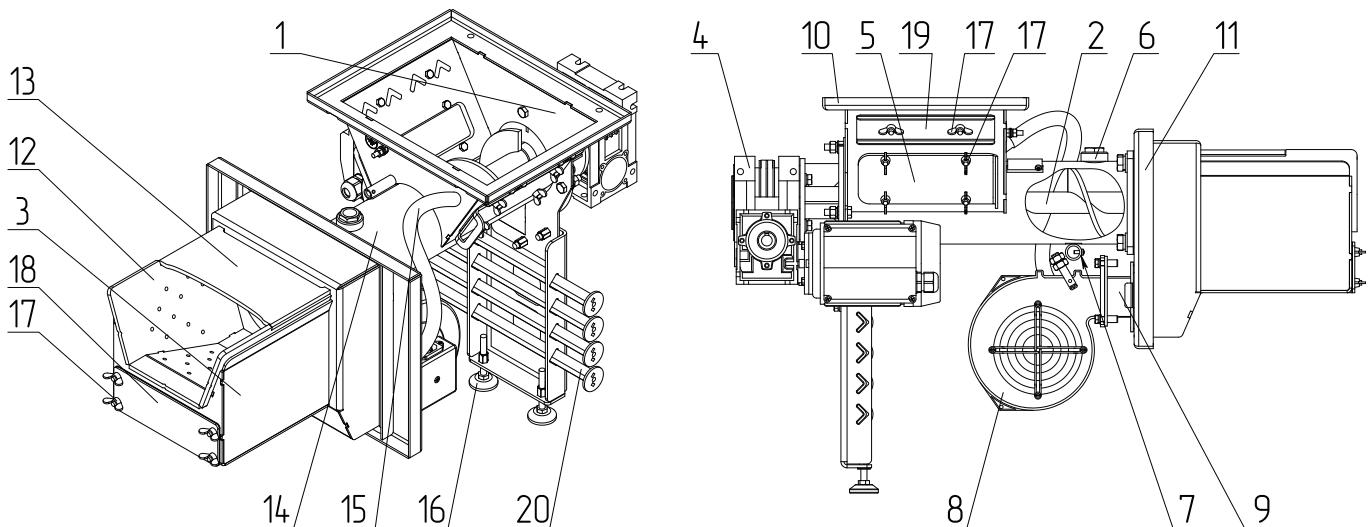

Рис.3 Механизм подачи топлива с горелкой котла
Для удобного обслуживания механизма подачи на его корпусе предусмотрен прочистной лючок (**Рис.3, поз.5**) и узел стоп-топливо (**Рис.3, поз.20**), который устанавливается в отверстия в корпусе горелки (**Рис.3, поз.1**), под заглушкой (**Рис.3,поз.19**).
Для снижения вероятности проникновения дыма в топливный бункер в процессе снижения уровня загруженного топлива, предусмотрена воздушная трубка для компенсации давления в топливном бункере (**Рис.3, поз.15**).
1. Соедините горелку с корпусом котла (**Рис.2, поз.1**), соединив фланец горелки (**Рис.3, поз.11**) с окном для установки горелки (**Рис.2, поз.6**);
2. Выставите ее по уровню с помощью регулируемой опоры (**Рис.3, поз.16**);